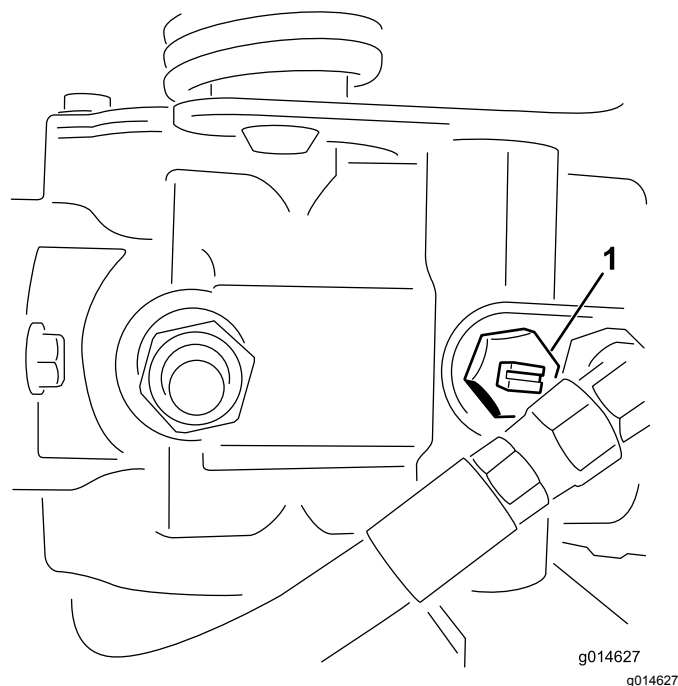

Figura 41
1. Girate la valvola bypass sulla pompa in modo che la scanalatura sia verticale (Figura 41).
2. Prima di avviare il motore chiudete la valvola bypass girandola in modo che la scanalatura sia orizzontale (Figura 41). Non avviate il motore quando la valvola è aperta.